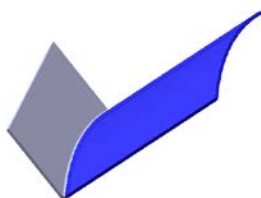
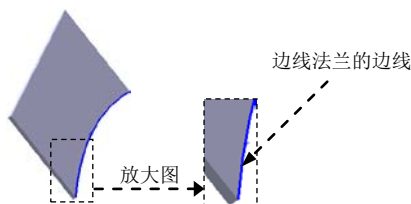

图 3.4 边线一法兰 1
图 3.5 边线一法兰 1 的边线
Step3. 创建图 3.4 所示的钣金特征——边线一法兰 1。
(1) 选择命令。选择下拉菜单 **插入(I)** → **钣金(H)** → **边线法兰(E)...** 命令 (或单击“钣金”工具栏中的“边线法兰”按钮)。
(2) 定义特征的边线。选取图 3.5 所示的模型边缘为生成的边线法兰的边线。
(3) 定义法兰参数。
① 定义法兰角度值。在 **角度(G)** 区域的 文本框中输入角度值 90.0。
② 定义长度类型和长度值。在“边线法兰”对话框 **法兰长度(L)** 区域的 下拉列表中选择 **给定深度** 选项, 在 文本框中输入深度值 18.0。在此区域中单击“内部虚拟交点”按钮 。
③ 定义法兰位置。在 **法兰位置(N)** 区域中, 单击“折弯在外”按钮 。
(4) 单击 按钮, 完成边线一法兰 1 的创建。